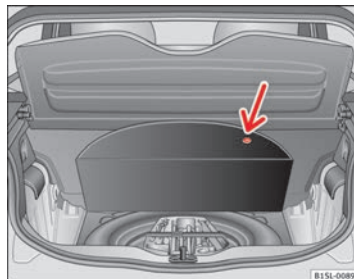

Abb. 136 Im Gepäckraum: Bodenbelag hochgeklappt.
Das Bordwerkzeug, Reserverad, Notrad bzw. Pannenset befinden sich im Gepäckraum unter dem Bodenbelag ⇒ Abb. 136.
- Bodenbelag an Aussparung anheben (Pfeil) ⇒ Abb. 136.